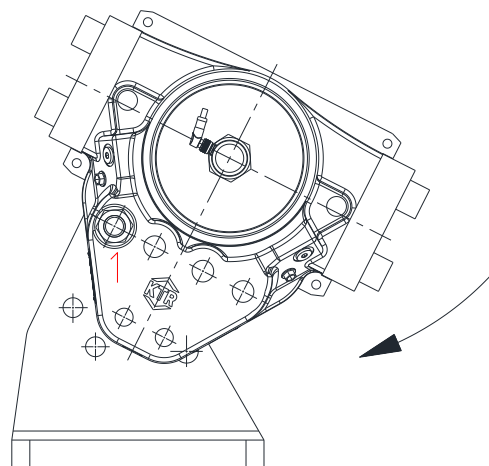

Bild 6
- Setzen Sie die erste Hälfte der Bremse (Bauteil 1) in die korrekte Position zur Anschlussplatte bzw. zum Stativ ein (siehe Bild 6).
Bevorzugt sollten Sie die Verbindungsschraube einsetzen, der in Bild 6 mit 1 markiert ist.
Zur leichteren Montage können Sie die Position der Bremse zunächst mit nur einer Verbindungsschraube fixieren. Schwenken Sie die Bremse so weit ein, bis auch die restlichen Schrauben eingesetzt werden können (siehe Bild 6).